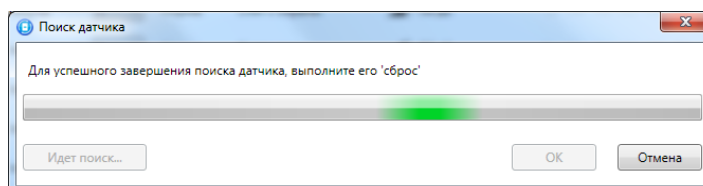

Рис. 5.7. Регистрация радиоизвещателя
- После нажатия кнопки *ОК* начнется поиск радиоизвещателя контроллером в течение 30 секунд (рис. 5.7). Для того чтобы радиоизвещатель был найден контроллером, его состояние должно быть сброшено. Для новых радиоизвещателей выполнять сброс не требуется (их состояние является сброшенным). Для радиоизвещателей, использовавшихся ранее, необходимо выполнить сброс. У большинства моделей (за исключением *Ладоба-ПД-РК*) он выполняется путем замыкания перемычки сброса на плате. Подробные сведения о сбросе состояния радиоизвещателей см. в документации к ним.